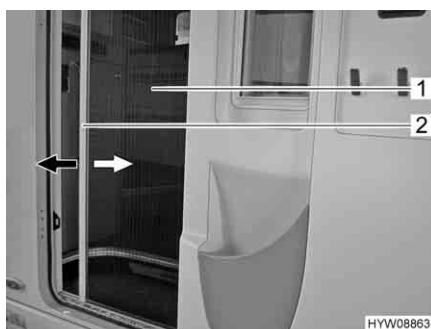

Fig. 27 Protezione contro gli insetti
- Afferrare la barra di presa (Fig. 27,2) con entrambe le mani ed estrarre con movimento uniforme la protezione contro gli insetti (Fig. 27,1) dall'alloggiamento della porta.
- Afferrare la barra di presa (Fig. 27,2) con entrambe le mani e spingere la protezione contro gli insetti (Fig. 27,1) nell'alloggiamento della porta esercitando una leggera pressione.